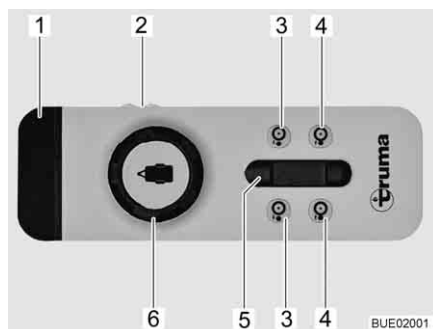

Fig. 2 Telecomando
Il veicolo viene comandato tramite un pomello girevole e un regolatore a scorrimento posizionati sul telecomando (Fig. 2). La seguente tabella descrive la funzione dei singoli elementi di comando/indicazione:
- Spostare l'interruttore a scorrimento (Fig. 2,2) del telecomando su "ON". Il LED verde 4 (Fig. 2,1) lampeggia per circa 5 secondi, quindi rimane acceso. Il sistema di manovra è ora pronto all'uso.
- Su entrambi i lati, avvicinare i rulli di trasmissione alle ruote, premendo contemporaneamente i tasti di avvicinamento dei rulli di trasmissione alle ruote (Fig. 2,4) per circa 3 secondi.
- Spostare il veicolo nella posizione desiderata tramite il pomello girevole (Fig. 2,6) e il regolatore a scorrimento (Fig. 2,5). Il veicolo viene movimentato e frenato senza problemi.
- Sui due lati, ruotare i rulli di trasmissione retraendoli dai pneumatici. A tale scopo, premere i tasti per la retrazione dei rulli di trasmissione (Fig. 2,3) per circa 3 secondi.
- Spostare l'interruttore a scorrimento (Fig. 2,2) del telecomando su "OFF".
Quando si verificano anomalie durante il funzionamento (p. es. funzionamento incontrollato del sistema di manovra): Spostare l'interruttore a scorrimento (Fig. 2,2) del telecomando su "OFF".